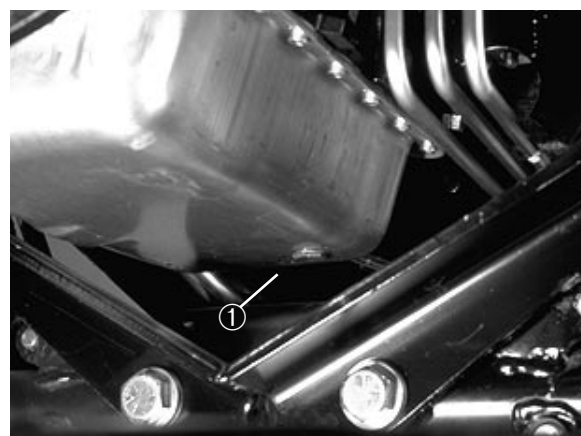

Bild 35
MOTORÖL UND -FILTER (Bild 35 & 36)
1. Die Ablasschraube (Bild 35) entfernen und das Öl in eine Wanne ablaufen lassen. Wenn kein Öl mehr aus dem Kurbelgehäuse strömt, die Ablasschraube mit einer neuen Schraubendichtung (Bestell-Nr. 74-7850) wieder eindrehen.